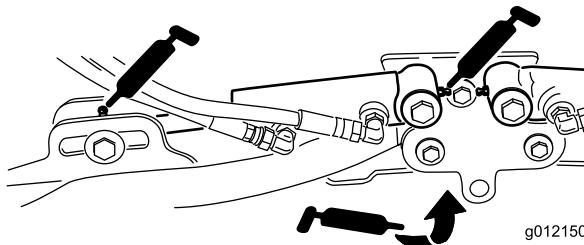

Figure 62
- Vérins des bras de levage des plateaux de coupe (x 2) (Figure 62)
- Pivots des bras de relevage (x 1) (Figure 62)